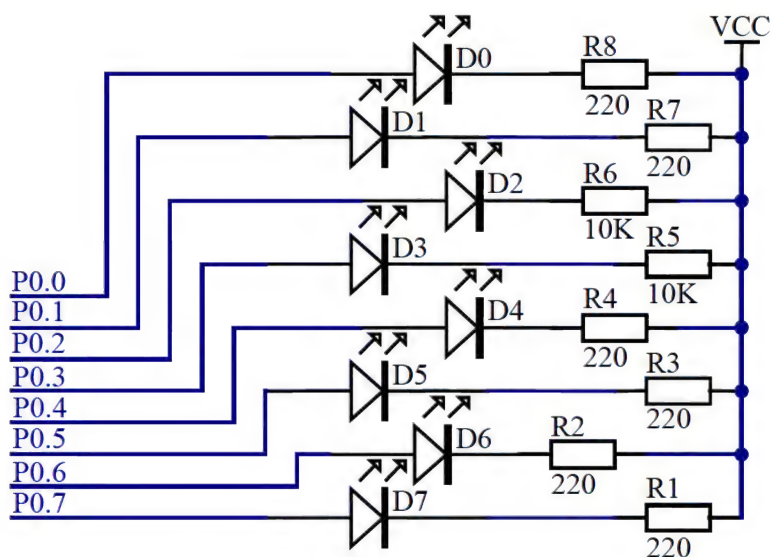

图 8.35 单片机的发光二极管原理图
2. 利用 I2C 总线原理, 从 AT24C01 存储器里的 0~9 中读出一个数字, 然后转换为二进制数, 并显示在 P0 口上。其中, AT24C01 的接线图可以参考图 8.33, P0 口接八个 LED 灯的接线图参考图 8.35。